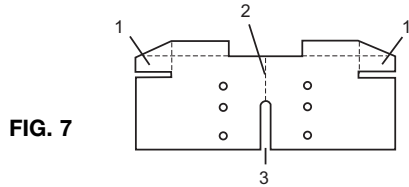

FIG. 7
- Doblar la lengüeta de la plantilla hacia atrás (fig. 7).